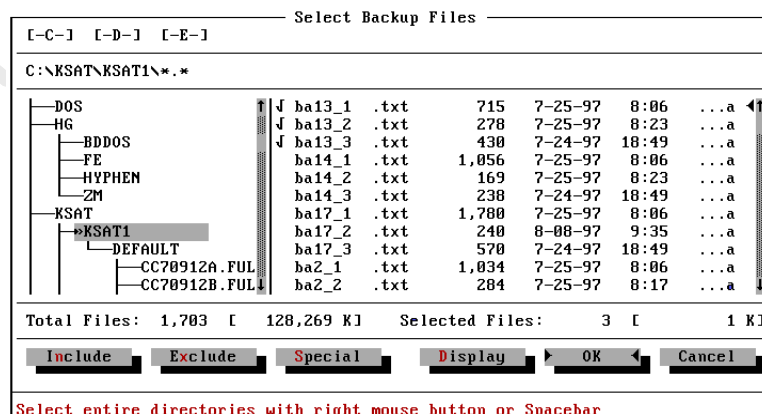

图 7-11 选择文件工作屏幕
- 选择要备份的文件，即选择 **Select Files** 项。此时屏幕显示 **Select Backup Files** 菜单。如图 7-11 所示。在该菜单上部的驱动器列表栏中，还可以重新选择一个要备份数据的驱动器。